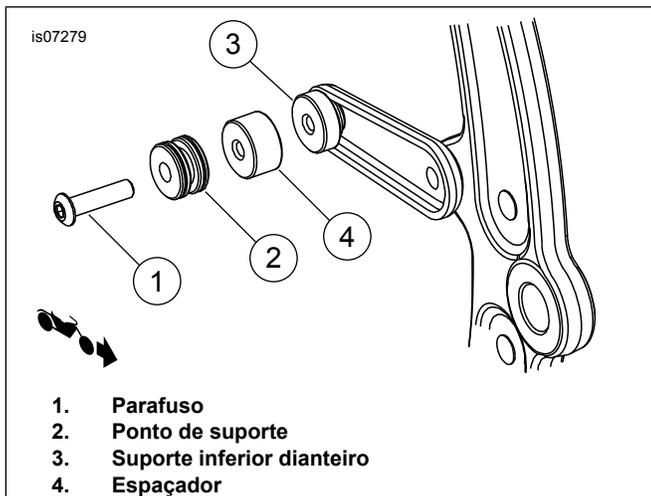

Figura 5. Ponto de suporte dianteiro inferior (com outros acessórios removíveis)
1. Veja Figura 5. Instale o mini ponto de suporte (2), o espaçador (4) no parafuso (1).
3. Instale o parafuso no suporte dianteiro inferior (3). Aperte o parafuso com torque de 16,3–24,4 N·m (12–18 ft·lbs).